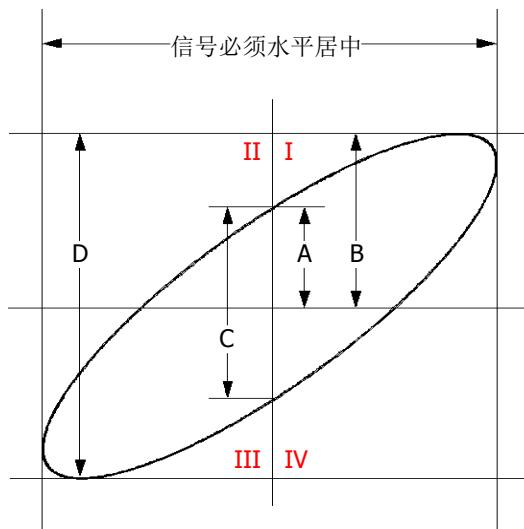

图 3-2 相位差的测量原理图
5. 观察上图的测量结果，并根据相位差测量原理图（图 3-2）可得 $A/B(C/D)=1$ ，即两个通道输入信号的相差角为 $\theta=\pm\arcsin 1=90^\circ$ 。